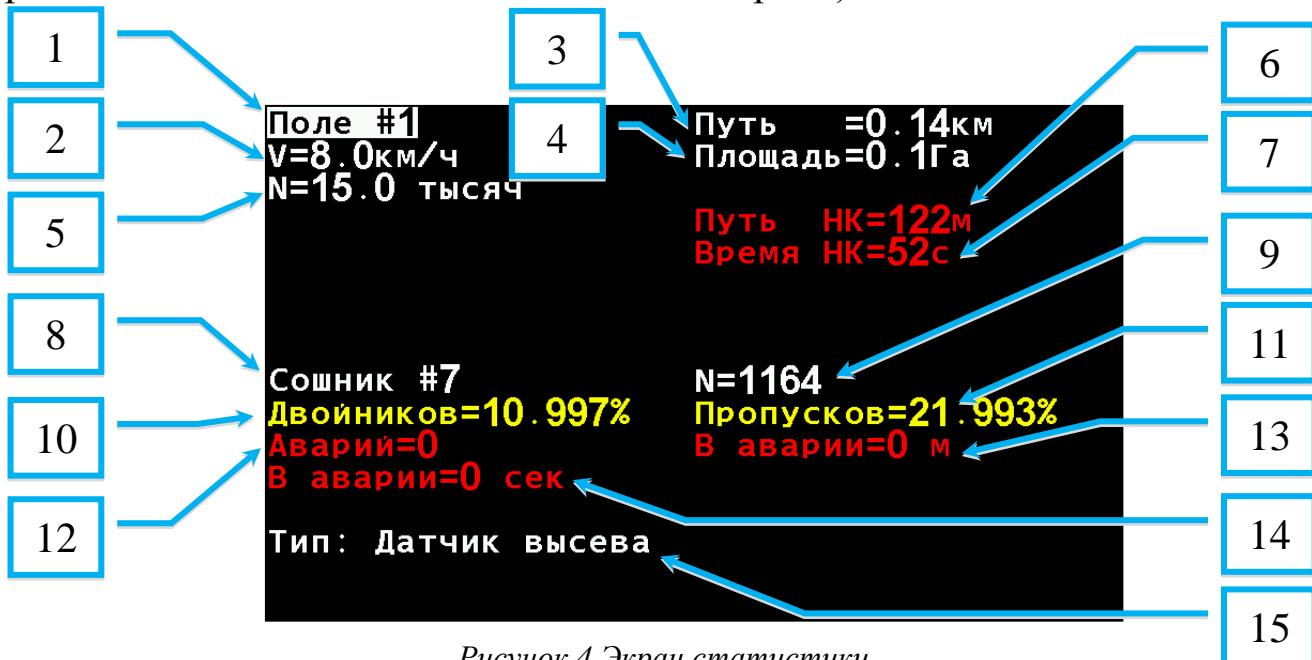

Рисунок 4 Экран статистики
- Экран накопительной статистики, см. "Рисунок 4"